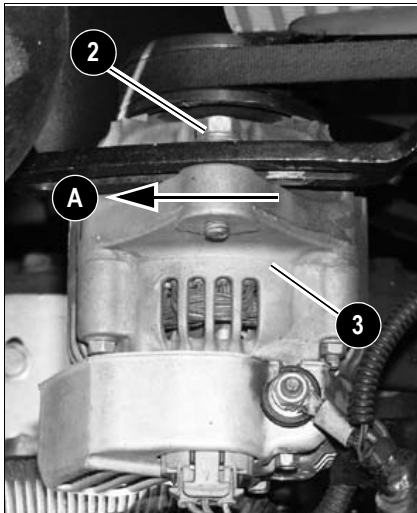

Fig. 42: Retensado de la correa
- ☞ Utilizando un medio auxiliar adecuado, mover el alternador de corriente trifásica en dirección de la flecha **A** hasta que se haya alcanzado la tensión correcta (Fig. 42)